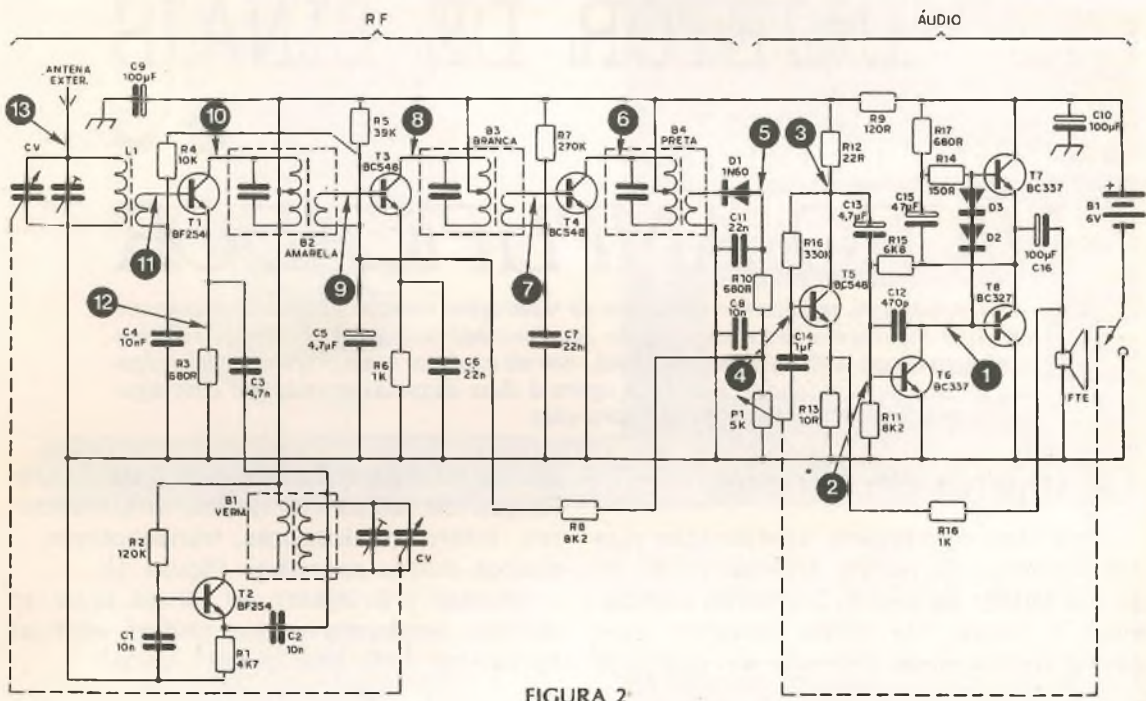

FIGURA 2
Para explicar como usar o injetor de sinais tomamos como base o circuito de um rádio comum, no caso, o rádio AM de 8 transistores publicado na Revista 109 (figura 2).
Temos então na figura 2 os pontos de aplicação dos sinais de injetor em sequência. A aplicação se faz com a ligação da garra jacaré no pólo negativo da fonte (massa do rádio) e encostando-se a ponta do injetor em cada um dos pontos indicados.
Neste caso, ligando o injetor fixo na entrada do circuito (ponto 13 da figura 2) e utilizando-se o amplificador na função de seguidor para acompanhar este sinal do ponto (12) em direção ao (1) temos também uma grande facilidade para localização da etapa defeituosa do rádio.